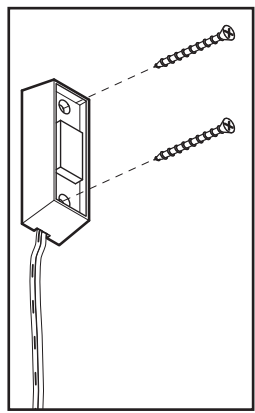

FIG. 3-4
- Sujete el control de pared a la pared con 2 tornillos (provisos) (Fig. 3-4).
- Fixer la commande murale au mur avec 2 vis (fournies) (Fig. 3-4).